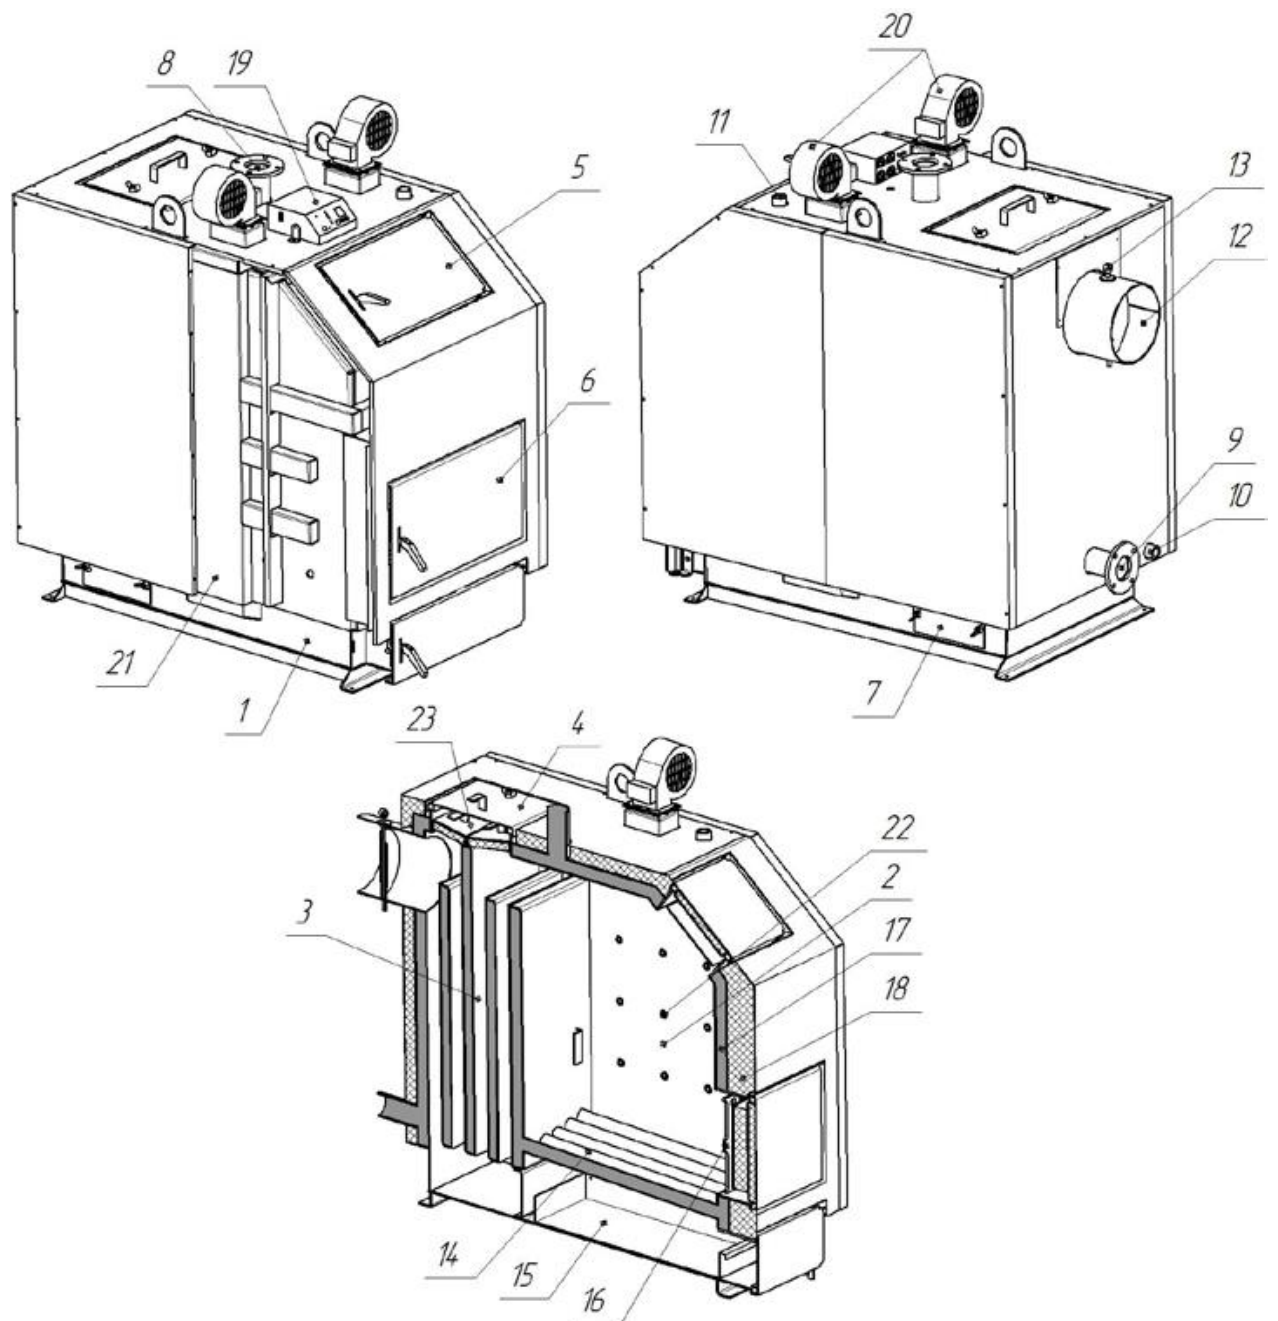

Рисунок 5.1 – Зовнішній вигляд та основні елементи котла типу КТП
Конструктивно котел являє собою збірно-зварену конструкцію, що складається з корпуса (поз. 1, рис. 5.1) з камерою згоряння (топкою) (поз. 2, рис. 5.1). Конвекційна частина котла складається з чотирьохходового теплообмінника (поз. 3, рис. 5.1).
Корпус котла виконаний в формі паралелепіпеду з подвійними стінками, які розділені водними перегородками (поз. 17, рис. 5.1). На зовнішній поверхні корпуса під декоративною обшивкою закріплена теплова ізоляція. (поз. 18, рис. 5.1).
Паливо для процесу спалення завантажується на колосникові ґрати (поз. 14, рис. 5.1) крізь завантажувальні дверцята (поз. 6, рис. 5.1). Колосникові ґрати виконані з товстостінних безшовних труб по яких постійно циркулює вода з водяної оболонки котла, що унеможлиблює їх прогорання. Згоряння палива в топці відбувається за участю повітря, яке постачається по каналу подачі повітря (поз. 21, рис. 5.1) припливними вентиляторами (поз. 20, рис. 5.1). Кількість повітря, необхідного для процесу згоряння, регулюється автоматично блоком автоматики управління (поз. 19, рис. 5.1).
Підведення і відведення теплоносія здійснюється відповідно через патрубки зворотної мережної води (поз. 9, рис. 5.1) і прямої мережної води (поз. 8, рис. 5.1).
Топочні гази виходять у димохід крізь боров (поз. 12, рис. 5.1), розташований у задній частині котла. Боров обладнано вбудованим дросельним клапаном продуктів згоряння –
шибером (поз. 13, рис. 5.1). У випадку надто високої тяги у димоході шибер дає можливість її знизити шляхом часткового перекривання вихідного отвору борова.
У верхній частині корпусу котла розташований штуцер для встановлення групи безпеки котла (поз. 11, рис. 5.1).
На бічній стінці корпусу у нижній її частині розміщено штуцер для зливу води з котла (поз. 10, рис. 5.1).
- дверцята для періодичного обслуговування (чищення) конвекційної частини котла (поз. 4, рис. 5.1);
- ревізійний дверцята (поз. 6, рис. 5.1) для періодичного чищення колосникових ґрат;
- дверцята зольника (поз. 7, рис. 5.1) для можливості спорожнення зольника.
Боров котла обладнано вбудованим дросельним клапаном продуктів згорання – шибером (поз. 13, рис. 5.1), за допомогою якого можна регулювати величину тяги в димоході.
Датчик температури з комплекту контролера необхідно закріпити на неізольованій ділянці патрубку прямої мережної води (поз. 9, рис. 5.1), використовуючи шплінтове кріплення (бандаж). Після попереднього затягування бандажа (бандаж можна огорнути навколо труби двічі, або відрізати надлишок ножицями для металу), вкласти датчик температури між бандажем і трубою. Обережно затиснути бандаж так, щоб датчик температури не переміщувався під бандажем. Дуже сильне затягування може пошкодити елементи виміру. Обмотати датчик термоізоляційним матеріалом.